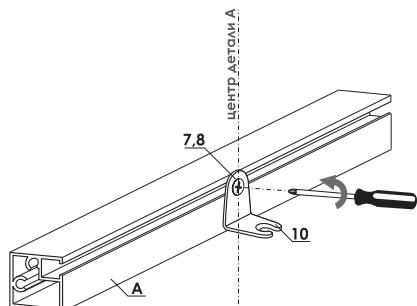

рис. 1.3
- 1.3 Зафиксируйте уголок винтом (рис.1.3).